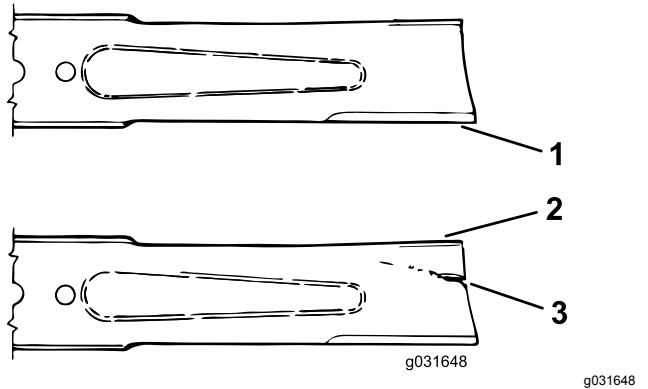

Figure 71
- Examinez attentivement les tranchants de la lame, particulièrement au point de rencontre des parties plane et relevée (Figure 71).